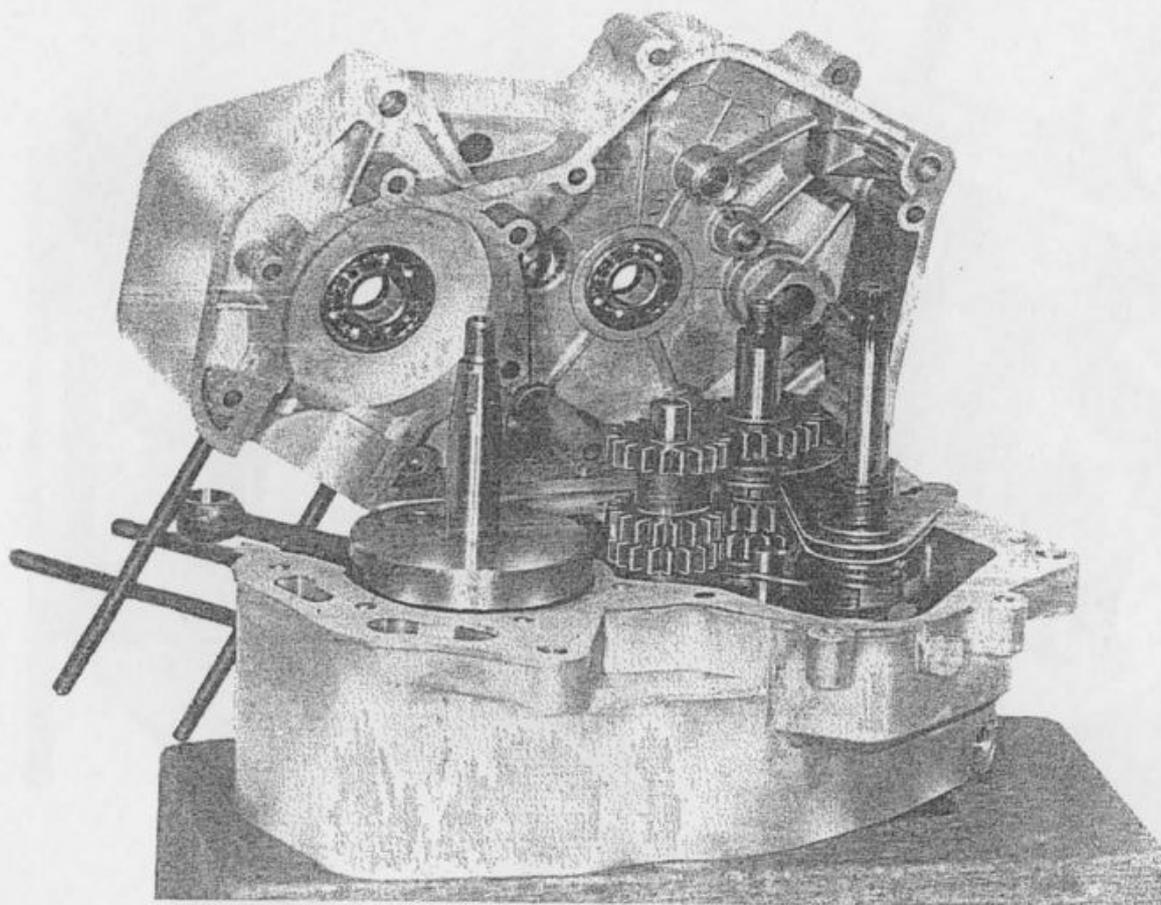

Fig. 33 - semicarters pre-unione
- Prima della chiusura totale con l'altro semicarterm, mettere olio su tutti gli alberi, per facilitare lo scorrimento degli stessi nelle rispettive sedi (fig. 33).